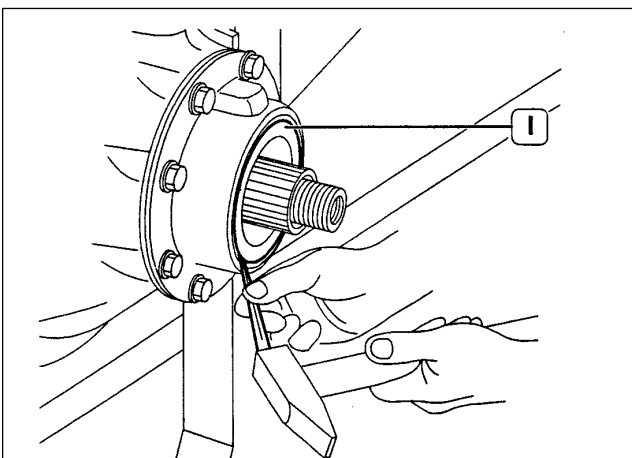

Fig. 64
5. Con una herramienta apropiada levantar el borde exterior del anillo interior metálico (1) en dos puntos contrapuestos (Fig. 64)